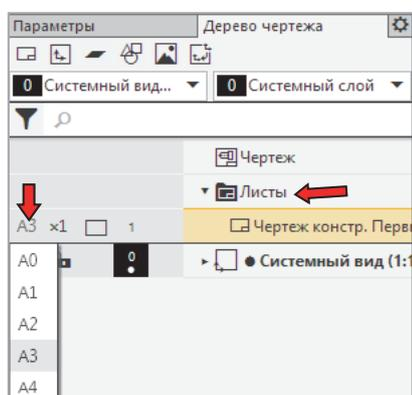
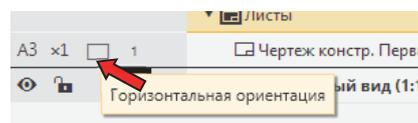

Рис. 4.1
Рис. 4.2
2. В главном меню выбрать **Файл** → **Создать** → **Чертеж**. В дереве чертежа выбрать **Листы**, формат листа **A3** (рис. 4.1). Установить горизонтальную ориентацию формата (рис. 4.2).